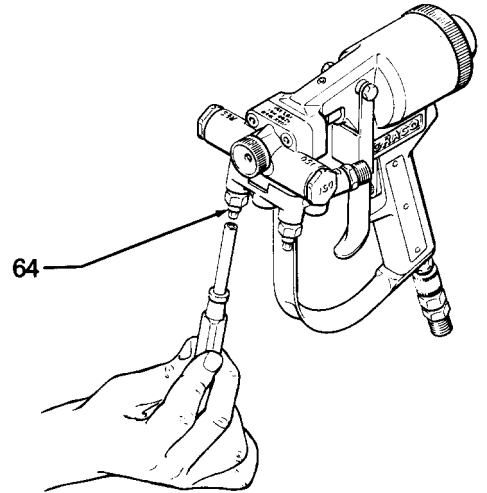
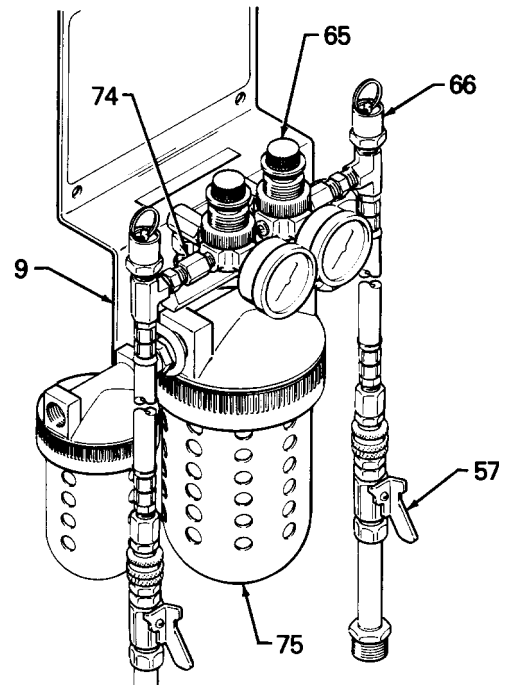

Fig. 15
Fig. 16
- a. Cerrar las válvulas de entrada de aire o los reguladores (8) de las bombas de alimentación. Ver la instalación tipo, página 5.
- b. Cerrar la llave de purga del calentador (61). Ver la instalación tipo.
- c. Cerrar la válvula de aire (214) en el motor neumático de la bomba de dosificación. Ver la instalación tipo, página 5.
- d. Cerrar las válvulas de aguja (64) del colector de la pistola de pulverización. **¡No apretar excesivamente para evitar que se rompan las juntas!**. Ver Fig. 15.
- f. Abrir las válvulas de aspiración de producto (230) de la bomba de dosificación. Ver la instalación tipo.
- g. Abrir la válvula de cierre del conducto de aire principal (1). Ver la instalación tipo.
- h. Ajustar el secador de aire (9). Ver Fig. 16.
- (1). Ajustar los dos reguladores de aire (65) a la presión mínima requerida para obtener la cantidad de aire seco adecuada para los bidones de alimentación. Normalmente una presión de 0,14 bares proporciona un caudal suficiente.
- (2). Abrir las válvulas de cierre (57) de los bidones. Ver la instalación tipo.
- (3). Para que disminuya la presión en el manómetro girar el botón del regulador en el sentido antihorario y tirar del anillo (66) de la válvula de sobrepresión hasta que el valor del aparato descienda por debajo del punto de consigna. Soltar el anillo y después girar el botón hasta la presión deseada. Ver Fig. 16.
- (2). Abrir las válvulas de aguja del colector (64). Ver Fig. 15 página 11. Dejar que el producto circule hasta que se purgue completamente el aire de la unidad de pulverización y deje de funcionar intermitentemente.
- (3). Cerrar las válvulas de aguja. No conectar el colector y la pistola.
- a. Cerciorarse de que las válvulas de aguja del colector de la pistola (64) están bien cerradas. Ver Fig. 15.